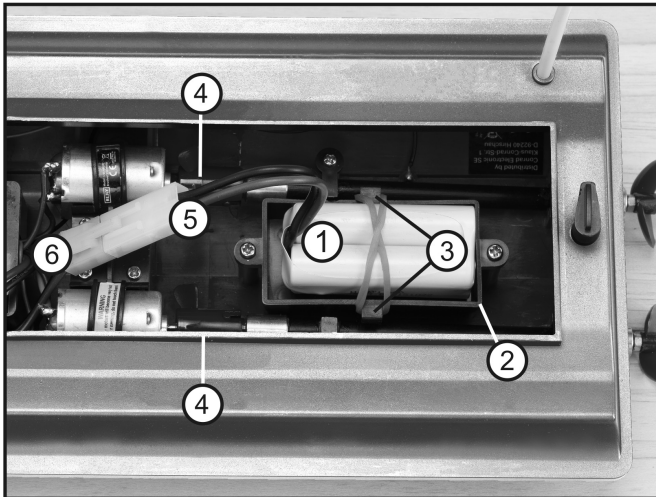

Afbeelding 5
Controleer de functie vooruit en achteruit rijden: Met de aandrijfhendel van de zender (afbeelding 5, pos. 3) kunt u de vaarrichting van het model sturen. Als u de hendel naar voor schuift, moeten beide sloopsschroeven draaien en moet het schip vooruit varen. Wanneer u de hendel naar achter schuift, moeten beide sloopsschroeven draaien en moet het schip achteruit varen.
Controleer de functie „Bocht naar links varen“. De aandrijfhendel blijft voor deze functiecontrole in de neutrale stand staan. Schuif de stuurhendel van de zender (afbeelding 5, pos. 4) naar links. Nu moet de rechter schroef draaien.
Controleer de functie „Bocht naar rechts varen“. De aandrijfhendel blijft voor deze functiecontrole in de neutrale stand staan. Schuif de stuurhendel van de zender (afbeelding 5, pos. 4) naar rechts. Nu moet de linker schroef draaien.
Schuif de aandrijfhendel (afbeelding 5, pos. 3) naar voor. Het model begint vooruit te varen. Schuif de aandrijfhendel (afbeelding 5, pos. 3) naar achter. Het model begint achteruit te varen. Wanneer u de stuurhendel van de afstandsbediening (afbeelding 5, pos. 4) naar links of rechts draait, zal uw model een overeenkomstige bocht varen.